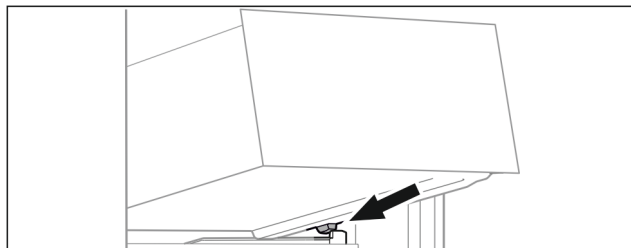

Fig. 121
- ▶ Predal postavite v poševnem položaju za zaustavljalniki na nastavek za posodo. (glejte Fig. 121)